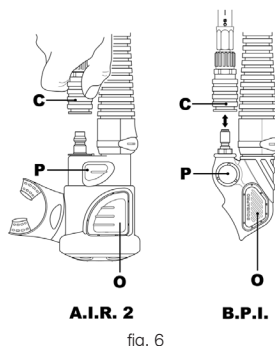

fig. 6
Questi due tipi di alimentatori consentono il gonfiaggio del jacket tramite l'aria della bombola. Il tubo BP a cui sono collegati è fissato da un lato ad un'uscita di BP sul primo stadio, dall'altro ai corpi alimentatori mediante innesto rapido, a tenuta anche quando è sganciato. Per collegare l'innesto rapido (fig. 6 - C).
Per gonfiare il sacco, premere il pulsante di carico (fig. 6 - P). Per un controllo più fine dell'assetto, è conveniente premere ripetutamente a colpi brevi.
2. Continuare a soffiare, premendo a fondo il pulsante di scarico (fig. 6 - O).
Assumere in acqua una posizione verticale, a testa in su. Alzare il BPI (o AIR 2) tenendolo di fronte al viso: questo garantisce una posizione più alta dell'aria nel sacco. Premere il pulsante di scarico (fig. 6-O) e verificare visivamente l'uscita dell'aria dal boccaglio. Per un controllo più preciso, premere ripetutamente e per brevi periodi controllando gli effetti di queste ripetute azioni sull'assetto.